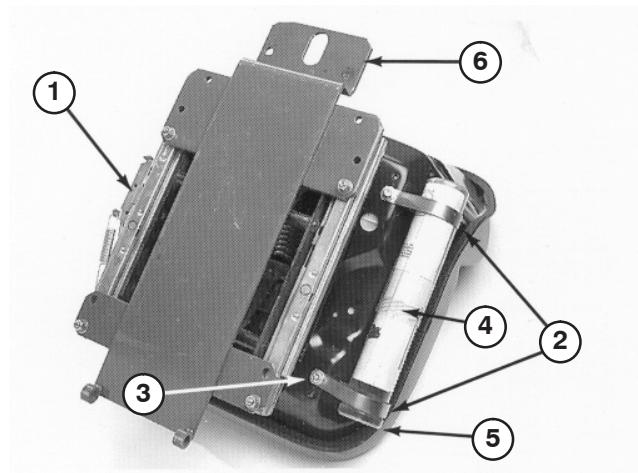

Figure 12
- Montez l'ensemble suspension sur 4 vis situées sur la base du siège et fixez-le en place avec 4 rondelles-freins, rondelles plates et écrous (Fig. 12).
- Fixez sans les serrer 2 colliers en R au côté droit de la base du siège avec 2 vis d'assemblage et rondelles plates qui font partie du kit (Fig. 12). Placez le tube du manuel dans les colliers en R et serrez les vis d'assemblage (Fig. 7).
- Montez le support de siège sur quatre goujons filetés sur la base de l'ensemble suspension et fixez-le en place avec des écrous à embase (Fig. 12).